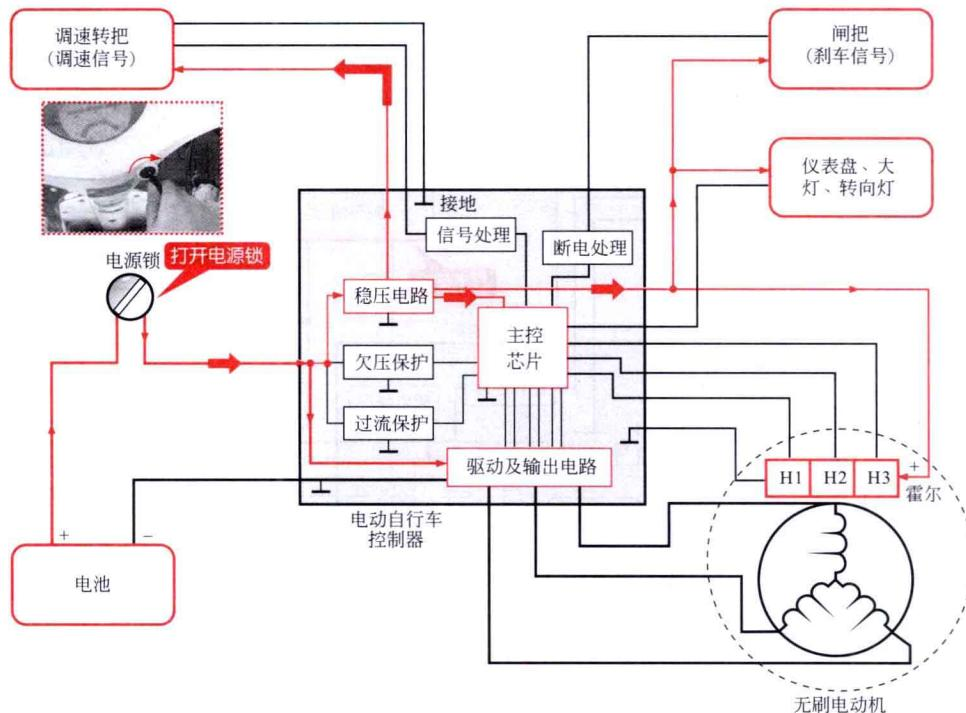

图 1-11 供电部分的信号流程
① 使用钥匙打开电源锁，接通电源后，蓄电池输出供电电压送入控制器中，其中一路直接送到电动机驱动和输出电路中，另一路经控制器内部稳压电路处理后，输出多路直流电压为控制器内部电路、调速转把、闸把、霍尔元件、仪表盘等供电，如图1-11所示。